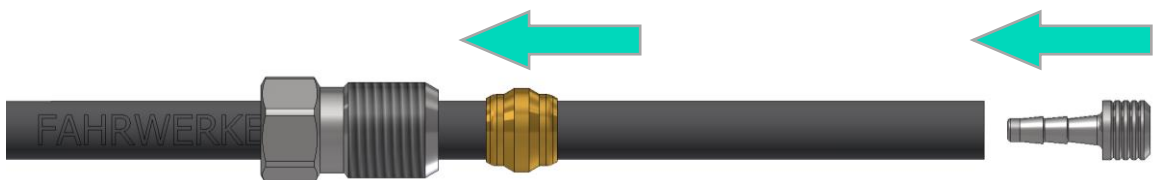

Abbildung 27 - Klemmring auf- und Stützhülse einschieben
4. Neuen Klemmring aufschieben (siehe Abbildung 27)
5. Neue Stützhülse in die Leitung einbringen. Es wird empfohlen die Leitung mittels Montagebacken im Schraubstock oder einer geeigneten Zange (bspw. Gripzange oder Zangenschlüssel) zu halten und die Stützhülse vorsichtig mit einem Schonhammer bis zum Anschlag ein zu schlagen. (siehe Abbildung 27)